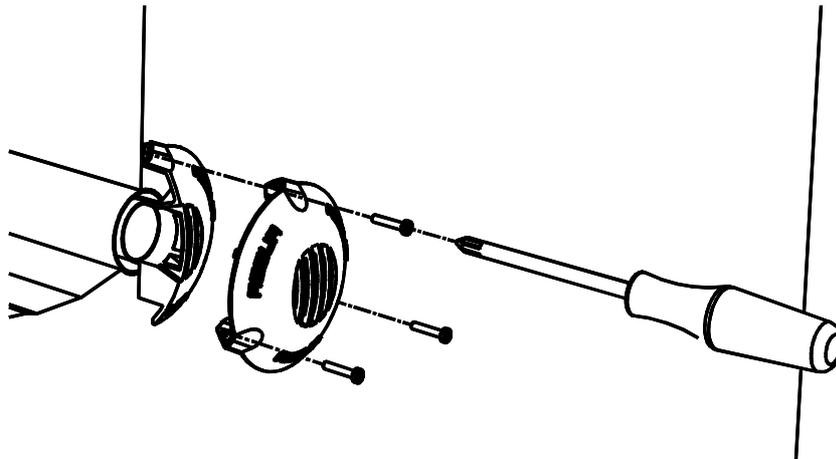

Abbildung 12 – Befestigung der Schutzkappe
1. Bringen Sie die Windschutzkappe aus Aluminium so an der Außenwand an, dass sie am Ende des Abgasrohrs einrastet und markieren Sie die Position der drei Bohrungen für die Spreizdübel (siehe Abbildung 12). Die Kappe muss so montiert werden, dass das Abgasgitter senkrecht steht.
3. Die Kappe montieren und die Schrauben in den entsprechenden Dübeln festschrauben (siehe Abbildung 12).